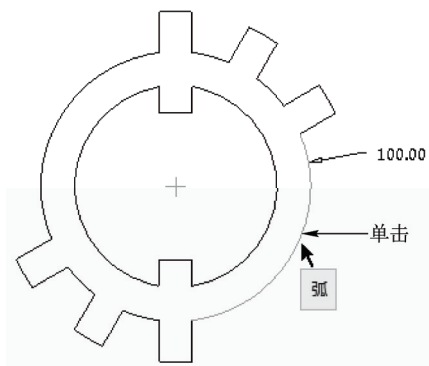

图 4-27 单击鼠标左键
STEP 03 弹出“选择”对话框, 在绘图区中合适的圆弧上单击鼠标左键, 如图 4-27 所示。